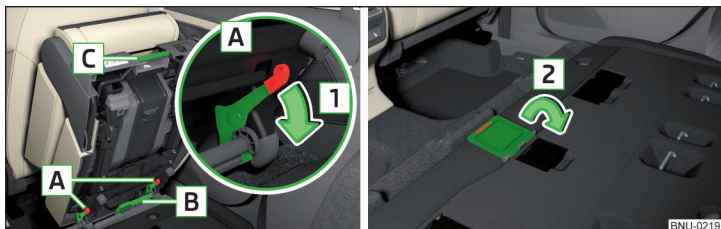

Fig. 93 Déverrouiller le siège / Rabattre le capot de protection
- Déverrouillez le siège en appuyant sur les verrous du siège **A** dans le sens de la flèche **1** » fig. 93.
- Retirez le siège central et rabattez le capot de protection pour la prise dans le fond » fig. 93 à la page 94.
- Avant d'insérer le siège central, rabattez le capot de protection pour la prise dans le fond dans le sens inverse de la flèche **2** » fig. 93 à la page 94.